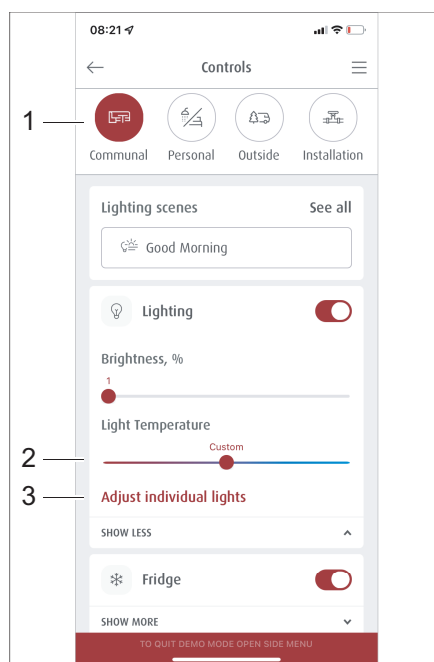
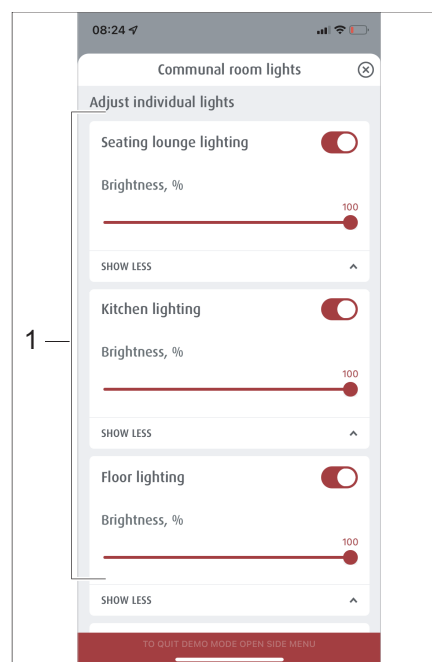

Fig. 283 Sélection de scénarios préétablis
Fig. 284 Gestion des scénarios
- Dans le menu *Commande*, appuyer sur la touche *Habitation* (Fig. 283,1).
- Dans le menu *Habitation*, appuyer sur *Régler individuellement les lumières* (Fig. 283,3). Le menu *Régler individuellement les lumières* (Fig. 284) s'ouvre.
- Dans la sélection de l'éclairage (Fig. 284,1), choisir l'éclairage souhaité et régler la température de la lumière à l'aide de l'interrupteur coulissant (Fig. 283,2).